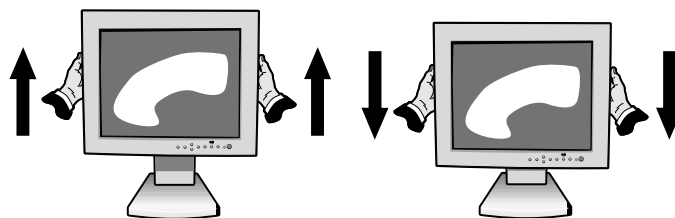

Abbildung RL.1
Der Monitor kann sowohl in Längs- als auch in Querstellung höher- bzw. tiefergestellt werden. Um den Bildschirm höher- oder tieferzustellen, legen Sie Hände auf jede Seite des Monitors und heben Sie an oder senken Sie zur gewünschten Höhe (Abbildung RL.1).
Bevor Sie den Bildschirm drehen, muß er auf seine höchste Position gestellt werden, damit der Bildschirm beim Drehen nicht gegen die Unterlage stoßen oder Ihre Finger einklemmen kann. Um den Bildschirm anzuheben, legen sie Hände auf jede Seite des Monitors und heben Sie bis zur höchsten Position an (Abbildung RL.1).
2. Legen sie eine Hände auf jede Seite des Monitors und heben Sie bis zur höchsten Position an (Abbildung RL.1).